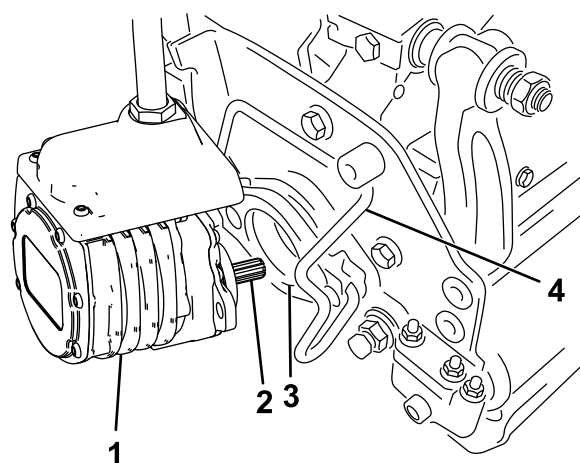

Figura 63
- Cubra el eje acanalado del motor de la unidad de corte con grasa limpia (Figura 63).
- Introduzca el motor en el lado izquierdo de la unidad de corte (visto desde el puesto del operador) y tire de la barra de retención del motor en la unidad de corte hacia el motor hasta que oiga un “clic” en ambos lados del motor (Figura 63).